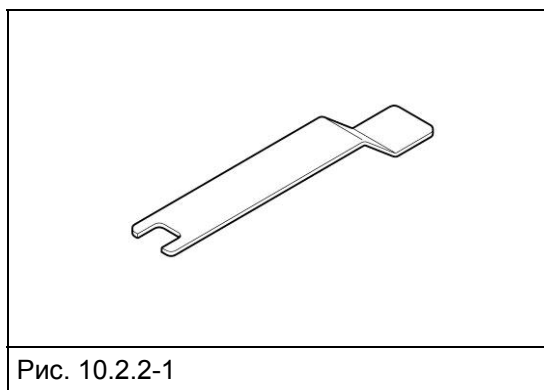

Рис. 10.2.2-1
3. Поверните настроечную шпильку против часовой стрелки, наблюдая за дверцей, на 1/8 оборота (для закрытия) (Рис. 10.2.2-3).